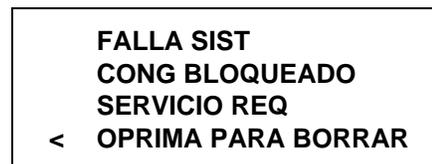

Figura 181
2. Se ha presentado una falla del termistor (del cilindro refrigerante, de la tolva o de glicol) durante el proceso de tratamiento térmico. (Vea la figura 181).